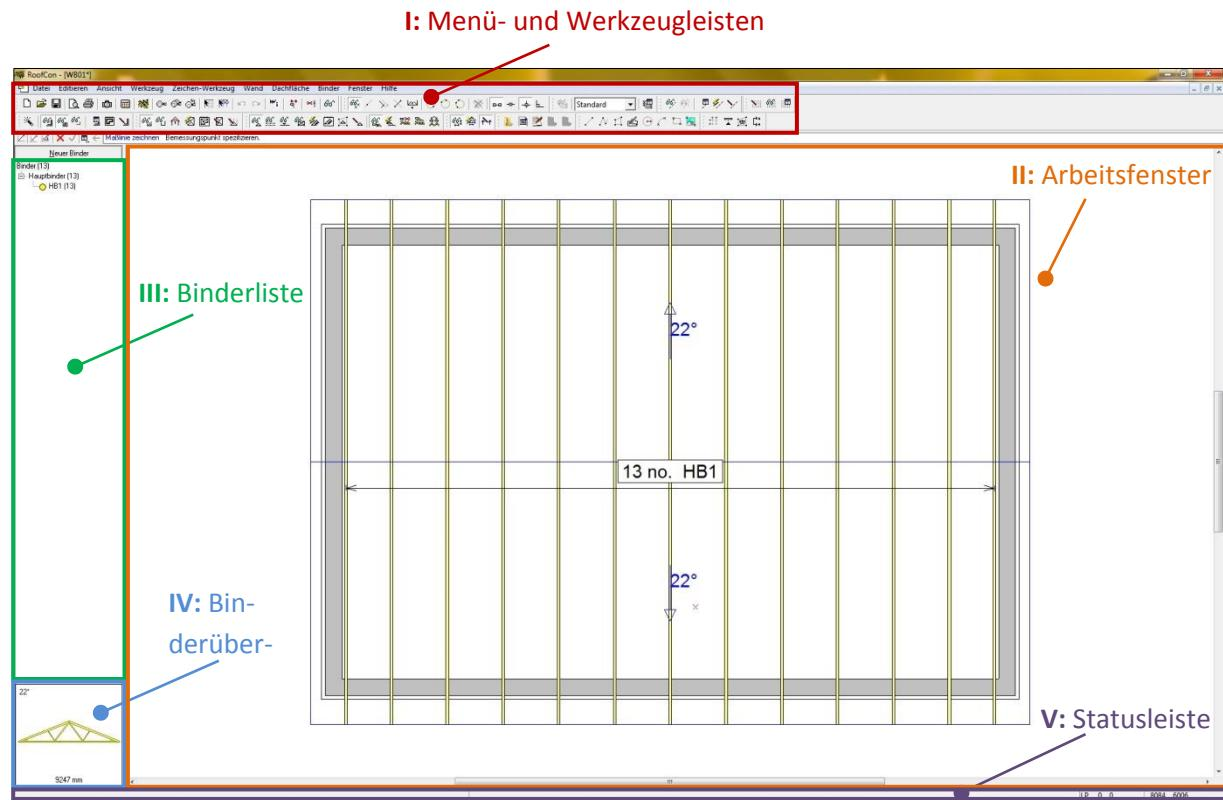

Abb. A1
Im Bereich des **Arbeitsfensters (II)** (Abb. A1) werden alle Funktionen ausgeführt, die für die Erstellung eines Binderdaches notwendig sind.
In der **Binderliste (III)** (Abb. A1) werden alle im Grundriss befindlichen Binder sowie über die Schaltfläche *Neuer Binder* (über der Binderliste, siehe Abb. A2) generierten Binder aufgelistet. Anhand des Symbols vor der Binderbezeichnung können Sie dessen Bearbeitungsstand erfahren.
Die **Binderübersicht (IV)** (Abb. A1) stellt den ausgewählten Binder dar.
Die **Statusleiste (V)** (Abb. A1) kann über **Ansicht > Statusleiste** an- und ausgeschaltet werden. In dieser Leiste finden Sie **Hinweise, die aus der Messfunktion (F8) (IX)** resultieren, **Informationen zu dem Objekt (X)**, über welches der Mauszeiger ruht sowie **Angaben zu den aktuellen Koordinaten (XI)** (Abb. A3).